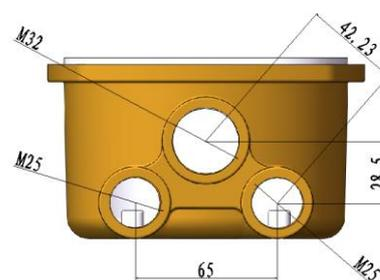

图 3
b. 图 3 为电缆接头的安装尺寸图（孔径尺寸 M32×1.5mm 1 个 M25×1.5mm 2 个）。